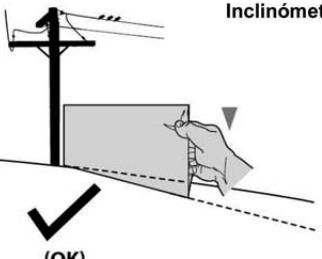
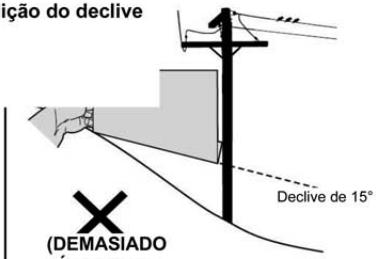

Figura 1
Figura 2
3. Alinhe um dos lados do inclinómetro de medição de declive com o objeto (consulte a Figura 1 e a Figura 2).
4. Ajuste o inclinómetro em cima ou em baixo, até o canto esquerdo tocar no declive (consulte a Figura 1 e a Figura 2).
- Se existir um espaço abaixo do inclinómetro, significa que o declive é demasiado íngreme para um funcionamento seguro (consulte a Figura 2 acima).